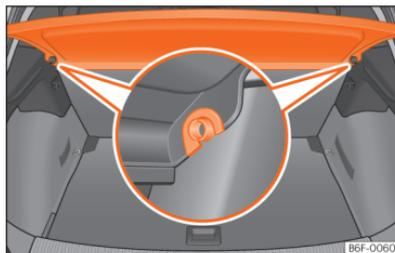

Fig. 143 Na bagageira: desmontar e montar a chapeleira.
- Desencaixe a chapeleira dos suportes laterais »» Fig. 143 puxando-a para cima e retire-a.
- Introduza a chapeleira horizontalmente fazendo coincidir a «fechadura» sobre o eixo dos suportes »» Fig. 143, e pressione para baixo até que encaixe.